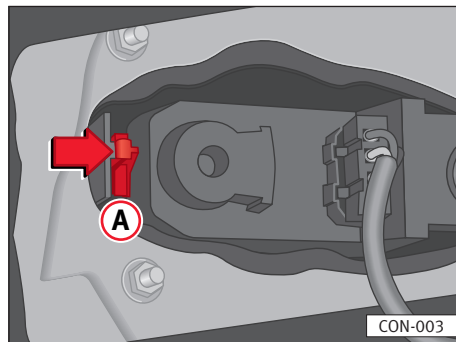

Fig. 159
- Pressionar a pega ⇒ fig. 159 A para liberar o porta lâmpadas e retirar este último.